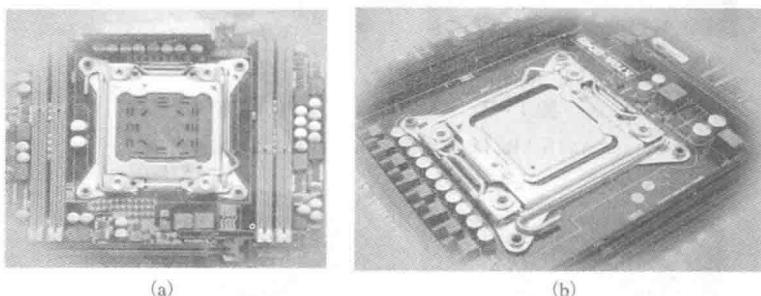
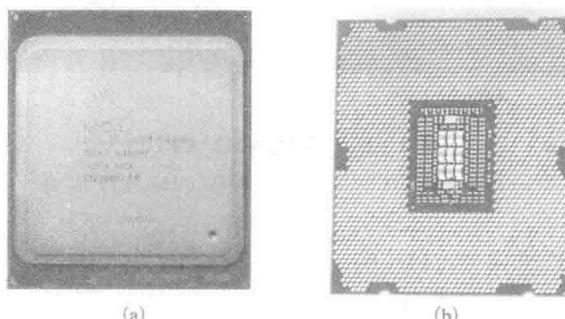

图 1-5 Intel(LGA2011)CPU 脚座
图 1-6 Intel(LGA2011)CPU
(3) Intel(LGA2011)CPU 脚座及 CPU(图 1-5、图 1-6)